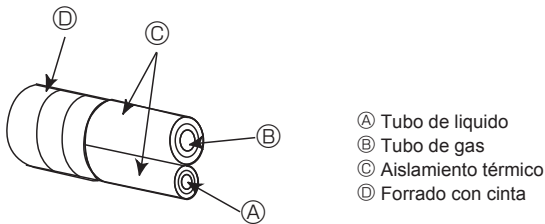
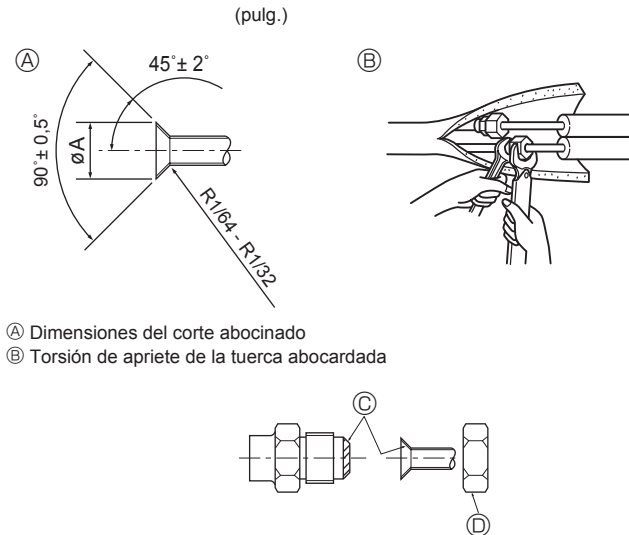

Fig. 4-4
Fig. 4-5
### 4.3. Tubos de conexión (Fig. 4-4, Fig. 4-5)
[Fig. 4-5]
(A) (Fig. 4-5)